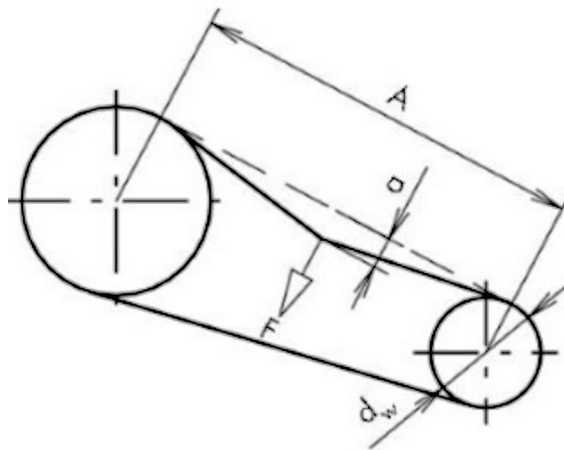

Abb. 28: Spannung messen
6. Messen Sie die Spannung des Kraftbandes nach Abb. 28 (siehe Spannungsangaben im beiliegenden Anhang Riemenspannungen).